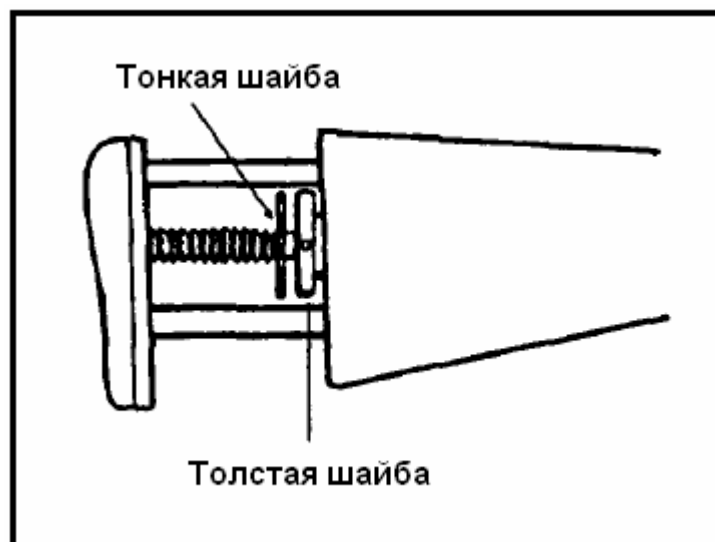

Рис. 2-7. Регулировка приклада.
d. **Регулировка приклада.** Приклад винтовки M24 имеет регулируемый затыльник, который позволяет подстраиваться под необходимую длину. Механизм регулировки (рис. 2-7) имеет две шайбы — тонкую и толстую. Толстая шайба предназначена для регулировки, а тонкая — для фиксации затыльника.